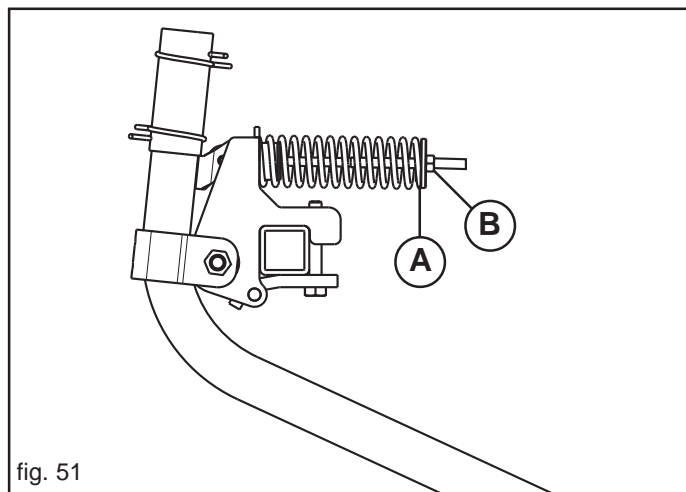

fig. 51
Para que los gérmenes broten es importante que la semilla venga colocada a la correcta profundidad en la cama de la siembra. La profundidad de la siembra se regula individualmente en cada elemento, por medio de los muelles de compresión (A, Fig. 51) y de la tuerca (B). De acuerdo al tipo de terreno, aumente o disminuya la compresión del muelle, para determinar la profundidad adecuada de trabajo.